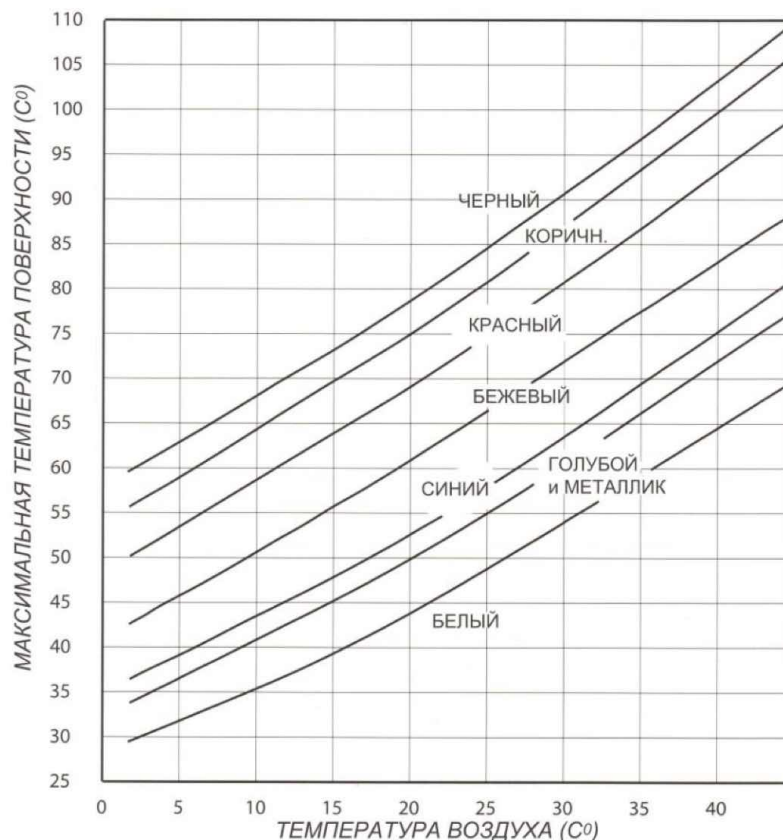

Рисунок 7-1 Влияние цвета на температуру поверхности под прямыми солнечными лучами
4. Светлые цвета древесины обладают лучшими отражающими способностями, чем тёмные; то же самое касается и красок (Рисунок 7-1).
Наиболее надёжные покрытия с точки зрения срока службы - полностью пигментированные краски. Пигменты практически полностью фильтруют разрушительную ультрафиолетовую радиацию, тем самым, защищая поверхность. Тем не менее, постепенно, происходит медленное окисление окрашенной поверхности, вызывающее потерю блеска. Краски светлого цвета обладают лучшей отражающей способностью, и поддерживают глянец дольше, чем тёмные цвета. Защита поверхности от температуры – ещё одна существенная причина выбирать светлые цвета (*Рисунок 7-1*).